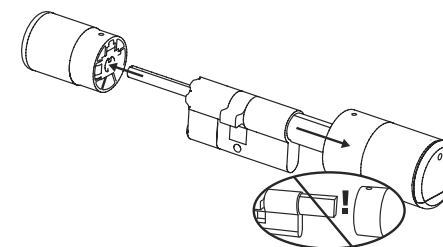

Fig. 3
③ Retirez complètement le bouton de la face extérieure et reculez le bouton de la face intérieure aussi loin que possible (Fig. 3).